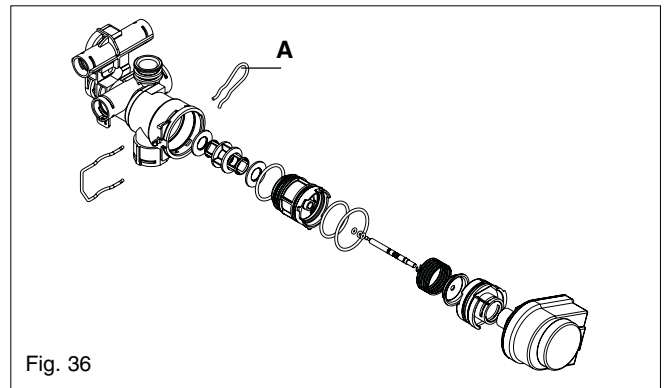

Fig. 36
6.19 DHW HEAT EXCHANGER (fig. 36)
6.20 VALVE ACTUATOR (fig. 36)
6.21 DIVERTOR VALVE ASSEMBLY (fig. 36)
6.22 DHW THERMISTOR (fig. 36)